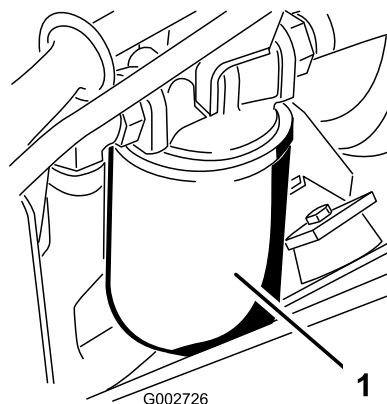

図 40
3. 機体左側にある油圧オイル・フィルタ(図 40)の下に容器を置く。